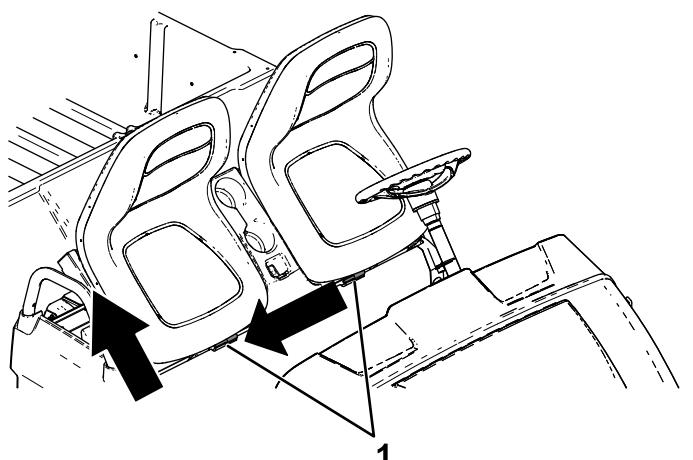

Рисунок 26
- Сдвиньте сиденье в сборе в сторону, чтобы снять его со штифтов, и поднимите сиденье в сборе вверх (Рисунок 26).